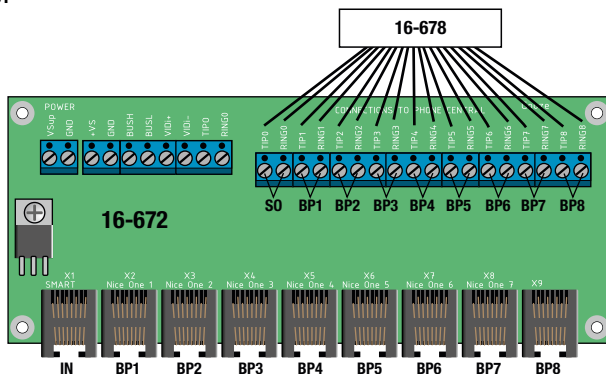

fig.2: connecter un central téléphonique au répartiteur
- Raccordez les lignes téléphoniques analogiques au bloc de connexion situé à l'intérieur du répartiteur vidéo (fig.2).